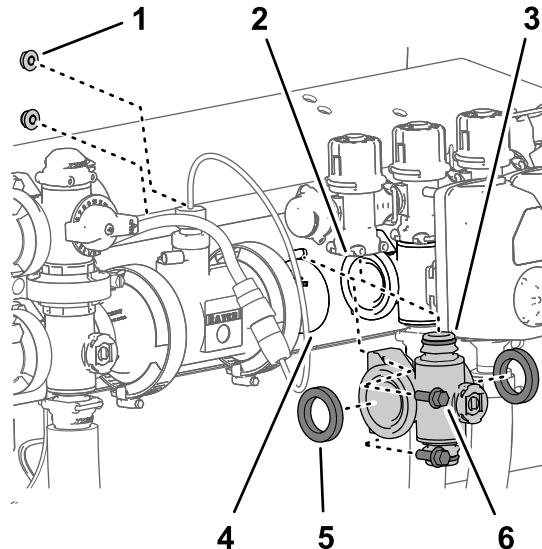

Figura 112
4. En los distribuidores de las válvulas de sección izquierdo o derecho, retire los 2 pernos con arandela prensada ($\frac{1}{4}$ " x $\frac{3}{4}$ ") y las 2 tuercas con arandela prensada ($\frac{1}{4}$ ") que sujetan el distribuidor de la válvula de sección al panel de montaje de las válvulas (Figura 112).
5. Mueva el distribuidor de la válvula de sección y las juntas hacia abajo hasta que estén libres de la válvula de desvío de sección, y luego retírelos de la máquina (Figura 112).